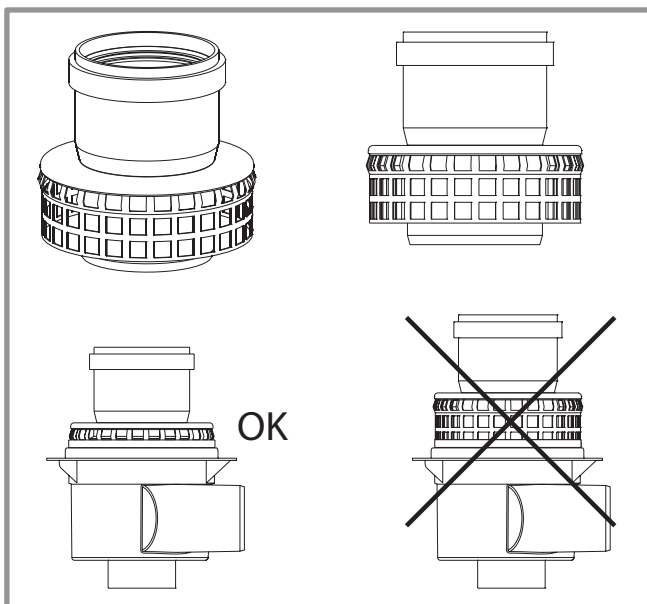

figure 17 - Montage de l'adaptateur cheminée 073295 (B23, B23P)
**Rappel : Il est obligatoire d'utiliser l'adaptateur cheminée fourni (073 295) (figure 17).**